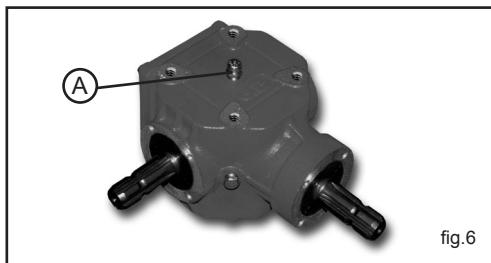

fig.6
4. Controllare il livello dell'olio nella scatola riduttori attraverso l'apposito tappo (Fig.6 - Rif.A) questa operazione deve essere fatta prima dell'inizio del lavoro.